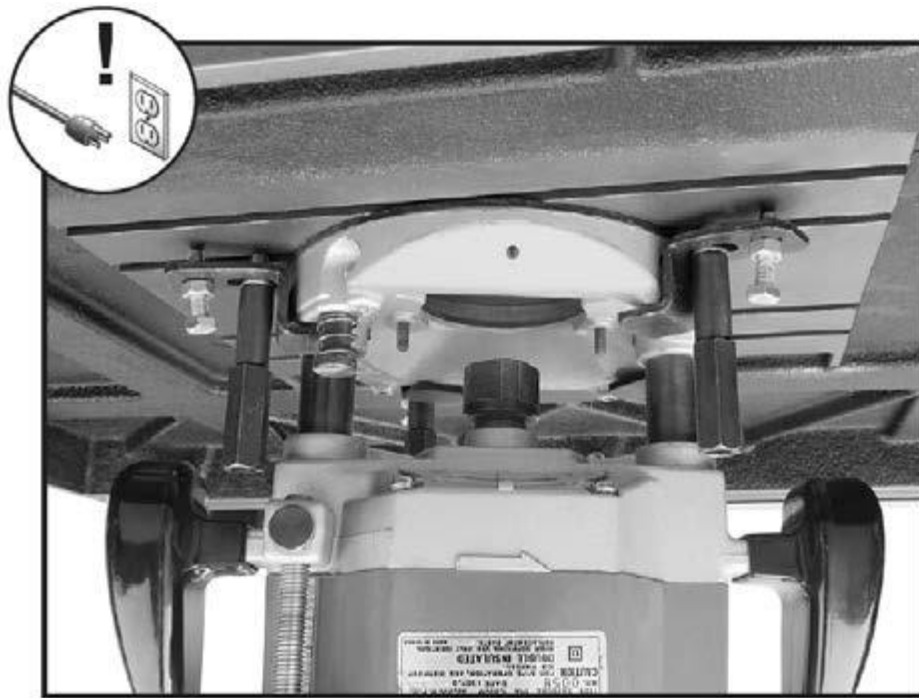

Рис. 13. Фрезерная машина, закреплённая узлами крепления
3. Вставить основание фрезерной машины в три зажима, расположить их так, чтобы они обеспечивали положение фрезы по центру отверстия стола, затем затянуть рукоятки крепления и регулировочные болты для крепления по месту фрезерной машины (см. *рис. 13*).